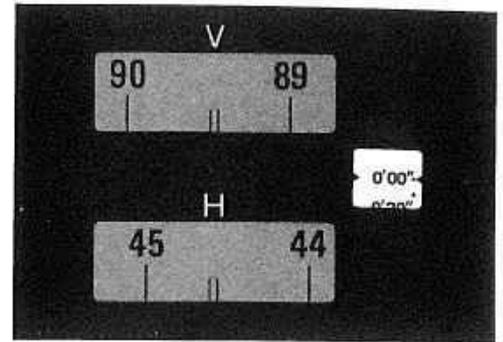

図17
- 1) マイクロつまみ③を回して、分・秒窓に表示される数字を $0' 00''$ に合わせます。(図17)